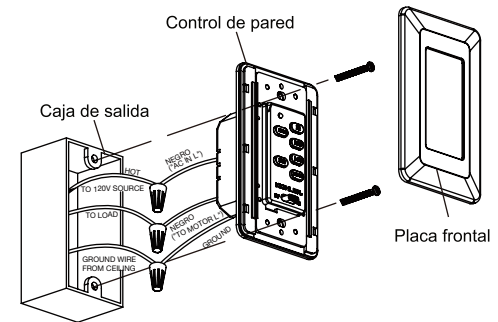

Fig. 30
**Paso 2.** Coloque el control de pared en la caja de salida, conecte los cables con los conectores de cable proporcionados. (Fig. 30)
**Paso 3.** Asegure las conexiones de los cables y asegúrese de que no haya hebras o conexiones sueltas. Vuelva a colocar las conexiones de cable dentro de la caja de salida y fije el control de pared a la caja de salida con tornillos proporcionados. Ajuste el control de la placa frontal a la pared. (Fig. 30)